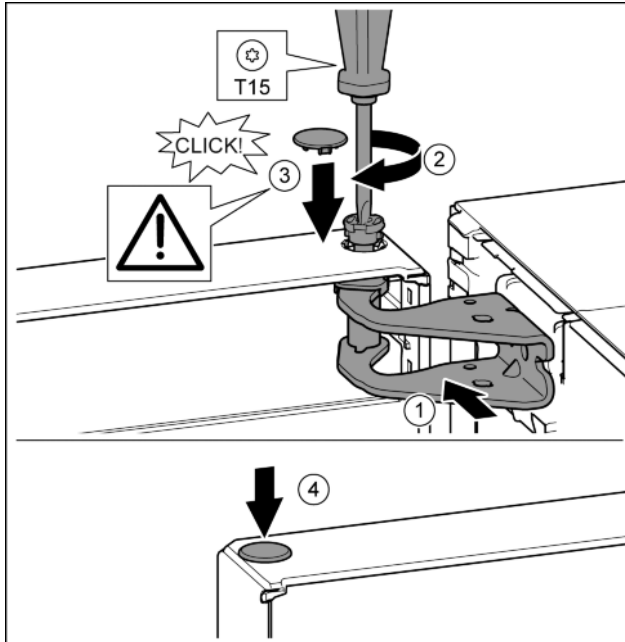

Fig. 23
- ▶ Orienter la porte en haut pour l'ouverture dans le support de palier. *Fig. 23 (1)*
- ▶ Poser le boulon et le visser avec un tournevis T15. *Fig. 23 (2)*
- ▶ Monter le cache de sécurité pour sécuriser la porte : Mettre en place le cache de sécurité et contrôler s'il repose sur la porte. Sinon, enfoncer à fond le boulon. *Fig. 23 (3)*
- ▶ Mettre le bouchon en place. *Fig. 23 (4)*